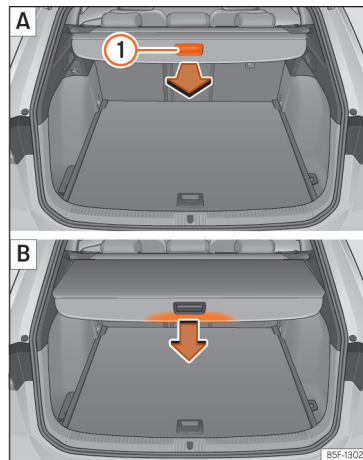

Fig. 181 În portbagaj: extinderea și retragerea copertinei.
• Trageți uniform spre înapoi de mânerul copertinei portbagajului >>> **fig. 181 ①**, până se fixează cu un clic în poziție.
• Pentru eliberare, apăsați mânerul copertinei portbagajului în direcția indicată de săgeată >>> **fig. 181 B**.